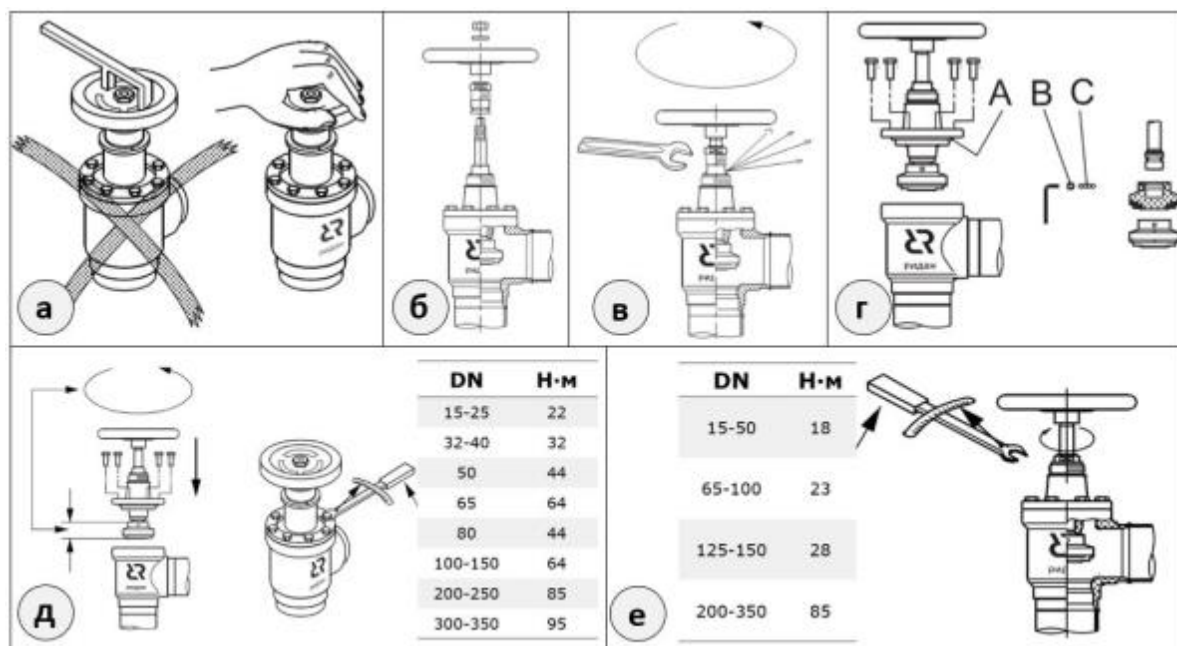

Рисунок 4 – Техническое обслуживание
Перед сборкой очистить поверхность труб и корпуса от загрязнений, проверить наличие и целостность всех прокладочных уплотнений. Перед тем как установить запорную часть клапана в корпус необходимо смазать кольцевые уплотнения холодильным маслом или смазкой «*Molykote 55*» и полностью выкрутить шток (рис. 4д). После сборки клапан должен быть в открытом положении!
3. Выкручивать сальник необходимо медленно для обеспечения выравнивания давления (рис. 4 в). После того как сальник будет полностью выкручен, убедитесь в отсутствии утечки хладагента, только после этого демонтируйте сальник сняв маховик или ограничительное устройство со штока (рис. 4 г).
4. Перед установкой сальника, необходимо убедиться в наличии кольцевых прокладок и нанести смазку «Molykote 55» во внутрь корпуса сальника и на шток. Усилие затяжки сальника указано на рис. 4д.
Для демонтажа запорного конуса со штока, открутите винт и вращая конус вокруг штока извлеките шарики через отверстие (рис. 4г). Для удобства извлечения шариков можно использовать магнит.
Сборка Перед сборкой клапана удалите из корпуса грязь. Убедитесь, что уплотнительные кольца не повреждены. Перед тем как установить запорную часть клапана в корпус, необходимо полностью выкрутить шток (рис. 4д), т.е. после сборки клапан будет полностью открыт.
Перед сборкой очистить поверхность труб и корпуса от загрязнений, проверить наличие и целостность всех прокладочных уплотнений. Перед тем как установить запорную часть клапана в корпус необходимо смазать кольцевые уплотнения холодильным маслом или смазкой «Molykote 55» и полностью выкрутить шток (рис. 4д). После сборки клапан должен быть в открытом положении!